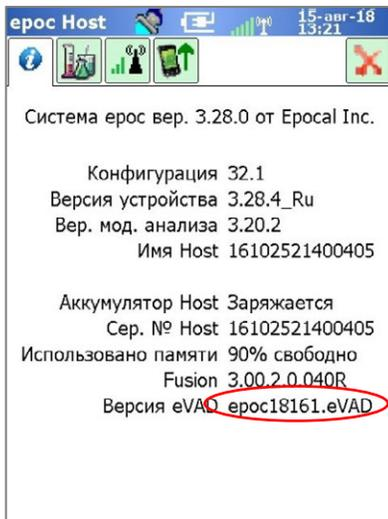
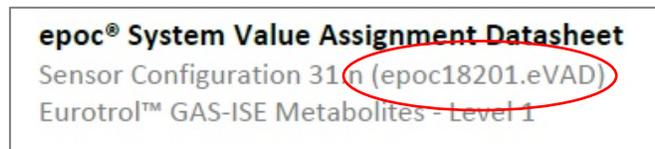

Рис. 24.
Рис. 25.
3. Убедитесь, что файл eVAD, установленный на устройстве ерос Host, соответствует распечатке, перейдя к пункту **Справка** → **О системе** и проверив номер версии файла eVAD (обведен окружностью на рис. 24). Сравните этот номер с заголовком последней распечатанной таблицы VAD (обведен на рис. 25).